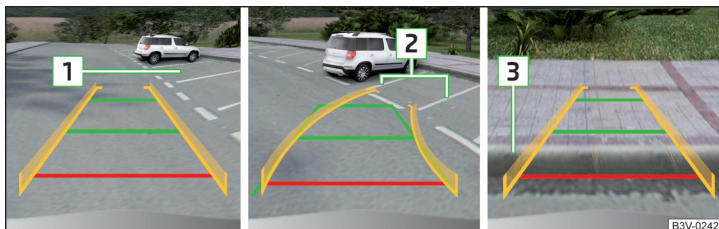

Abb. 283 Bildschirmanzeige
- › An der ausgewählten Parklücke **1** » Abb. 283 langsam vorbeifahren und das Fahrzeug anhalten.